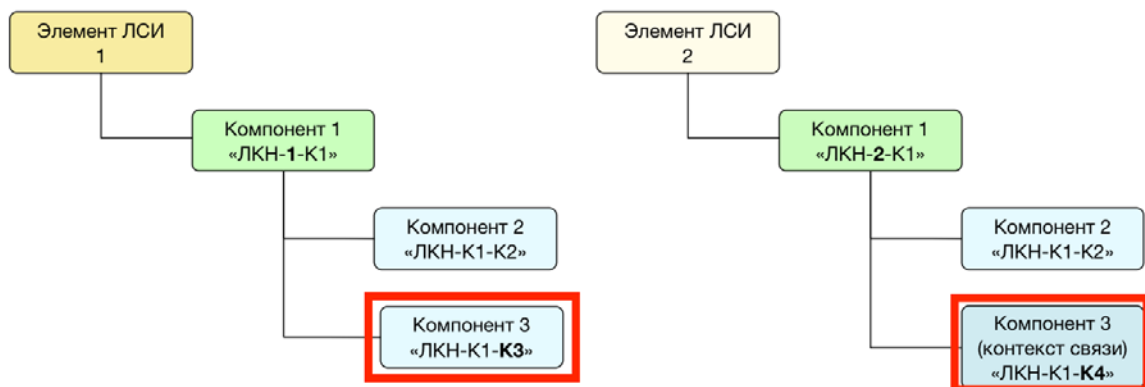

Рис. 10-21 – ЛКН компонента в случае задания контекста связи (справа)
– чтобы компонент, входящий в состав одной и той же сборки, установленной в разных местах ЛСИ, имел разное значение ЛКН, необходимо создать для него контекст связи (рис. 10-21). Под контекстом связи понимают место в ЛСИ, где установлена сборка, в которую входит рассматриваемый компонент. В приведенном примере «Компонент 3», входящий в состав сборки «Компонент 1», для контекста связи «Элемент ЛСИ 2» имеет значение ЛКН, отличное от «Компонента 3» при установке сборки «Компонент 1» в «Элемент ЛСИ 1» (в отличие от «Компонента 2», для которого контекст связи не задан).